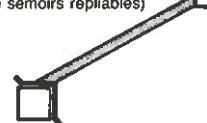

Fig. 77
- un modèle spécial bas (fig. 77) pour semoirs pliables 8-12 rangs.
- eine Sonderausführung für niedrigen Anbau (Abb. 77), welche für die klappbaren 8-12 reihigen Sämaschinen bestimmt ist. Versichern Sie sich, daß die Säelelemente die gleichen wie bei Abb. 78-79 sind (Profil des Saatgutbehälters und Richtung der Ausläufe) : nach vorn bei Säelementgehäuse NG (Abb. 78) und nach hinten bei Säelementgehäuse NG Plus (Abb. 79).
- a special low model (fig. 77) for folding toolbar 8-12 rows planters. Make sure that the metering boxes are similar to those in fig. 78-79 (shape of the hopper and direction of outlets) : forwards for the NG planter (fig. 78) and backwards for the NG Plus planter unit (fig. 79).
- un modelo especial bajo (fig. 77) para sembradoras plegables de 8 y 12 filas.